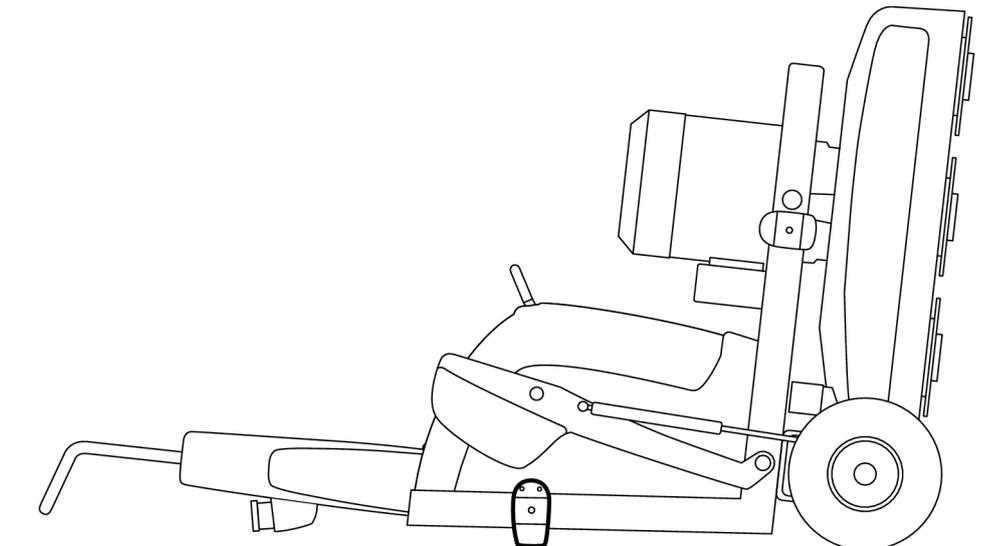

Abbildung 4-11. Gewichtsverriegelung auf dem Boden
4. Kippen Sie die Maschine vorsichtig weiter nach hinten, bis die gesamte Maschine auf dem Fußboden liegt, siehe Abbildung 4-11, Seite 25.